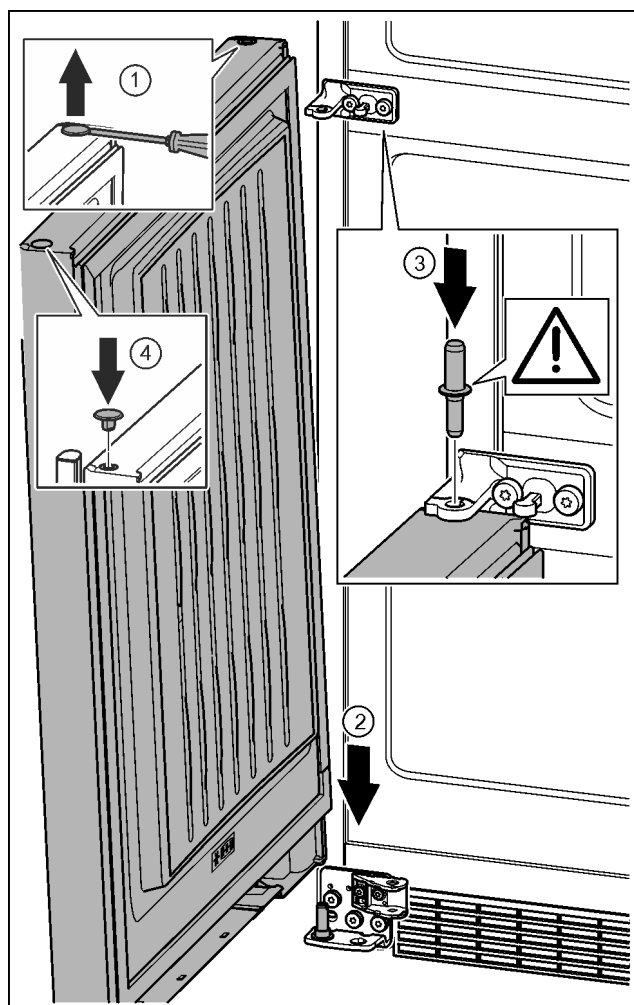

Fig. 35
- ▶ Ridicați cu precauție dopul cu o șurubelniță plată și extrageți-l. Fig. 35 (1)
- ▶ Așezați ușa de sus pe bolțul inferior de lagăr. Fig. 35 (2)
- ▶ Introduceți bolțul central de lagăr prin mijlocul suportului de lagăr în ușa inferioară. Aveți grijă aici ca respectiva camă de cuplare să fie îndreptată către înapoi. Fig. 35 (3)
- ▶ Introduceți dopul pe partea opusă a ușii. Fig. 35 (4)